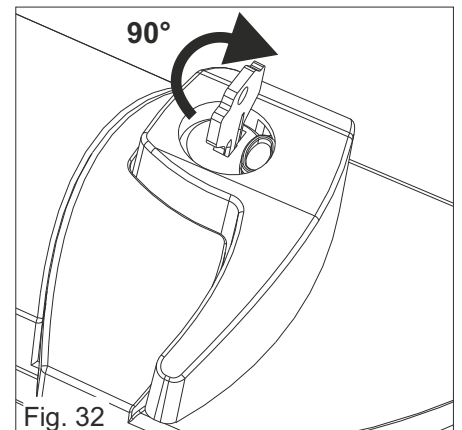

Fig. 32
- 2) Insertar la llave de desbloqueo y girar de 90° en sentido horario (Fig. 32)